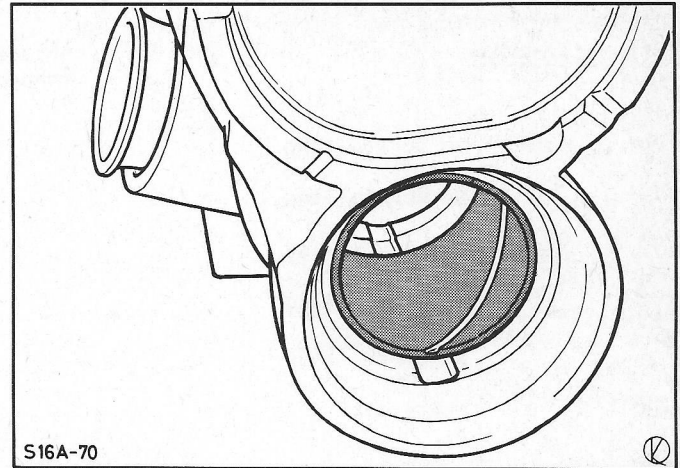

Fig. 35 De olieretourgroef en de groef in de bus moeten tegenover elkaar liggen.
N.B.: De olieretourgroef in het staartstuk en het begin van de oliegroef in de bus moeten in gemonteerde staat tegenover elkaar liggen, fig. 35.